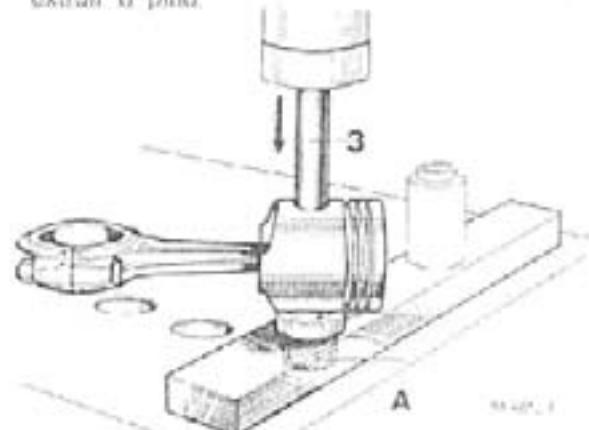

fig. 18 — remoção do pino do êmbolo - típico
1. Apoiar o êmbolo na luva (A) da base e instalar o pino de extração (3) sobre o pino do êmbolo como mostra a fig. 18 utilizando-se uma prensa para extraí-lo pino.